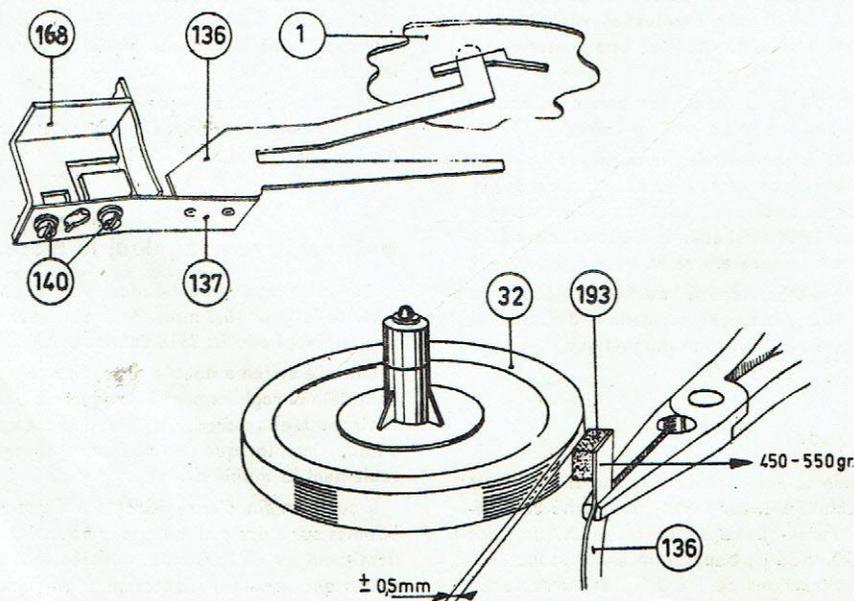
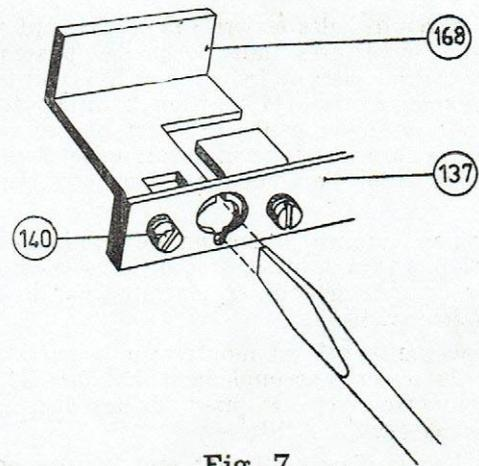

Fig. 4
Fig. 7
Etriers de frein 135-136 (voir fig. 4).
- 2° Régler les étriers en passant un tournevis dans l'ouverture des ressorts 137 et des étriers 168 (fig. 7) de façon que les cames des extrémités passent librement à travers les trous ovalisés.
- 3° Cambrer la languette verticale des étriers de frein de façon que, dans la position 5 du bouton de commande, la distance qui sépare les patins de frein des plateaux 32 soit d'environ 0,5 mm (voir fig. 4). Contrôler si les languettes passent librement à travers les trous de la platine (voir fig. 7). Serrer ensuite les vis 140 et les bloquer avec de la laque.